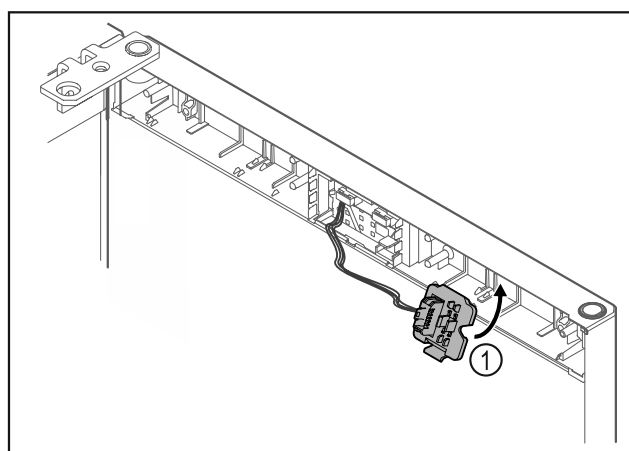

Fig. 14
- Držalo vtiča Fig. 14 (1) pritrdite na nasprotno stran.*